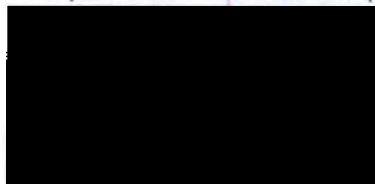

Рисунок 27. Настройка дополнительных портов
1. Выберите значок **CONFIGURE ACCESSORY PORTS** (НАСТРОЙКА ДОПОЛНИТЕЛЬНЫХ ПОРТОВ) в окне **SYSTEM CONFIGURATION MENU** (МЕНЮ КОНФИГУРАЦИИ СИСТЕМЫ), чтобы открыть окно **CONFIGURE ACCESSORY PORTS MENU** (МЕНЮ НАСТРОЕК ДОПОЛНИТЕЛЬНЫХ ПОРТОВ) (Рисунок 27). Настройка **TOP PORT=** (ВЕРХНИЙ ПОРТ=) будет мигать. Настройка по умолчанию — **FRAME CAPTURE** (ЗАХВАТ КАДРА).